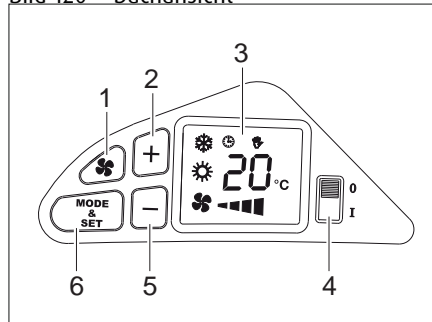

Bild 122 Bedienfeld
- Am Schalter (Bild 122,4) die Klimaanlage einschalten. Beim Einschalten wartet das System immer 2 Minuten, bevor es den Kompressor einschaltet und in den automatischen Betrieb geht.
- Die gewünschte Betriebsart mit der Taste (Bild 122,6) auswählen. Die Symbole im Display (Bild 122,3) zeigen die gewählte Betriebsart an:
- Durch gleichzeitiges Drücken der Taste (Bild 122,1) und eine der Tasten (Bild 122,2) oder (Bild 122,5) wird die Lüftungsgeschwindigkeit im manuellen Betrieb eingestellt.
- Durch Drücken der Tasten (Bild 122,2) oder (Bild 122,5) wird die Temperatur eingestellt
*Ausschalten:* ■ Am Schalter (Bild 122,4) die Klimaanlage ausschalten.